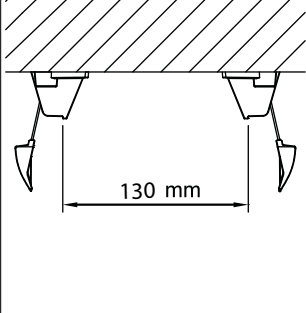

FIGURA 4
2) Posizionare le staffe dietro il sanitario come da indicazioni della Figura 4